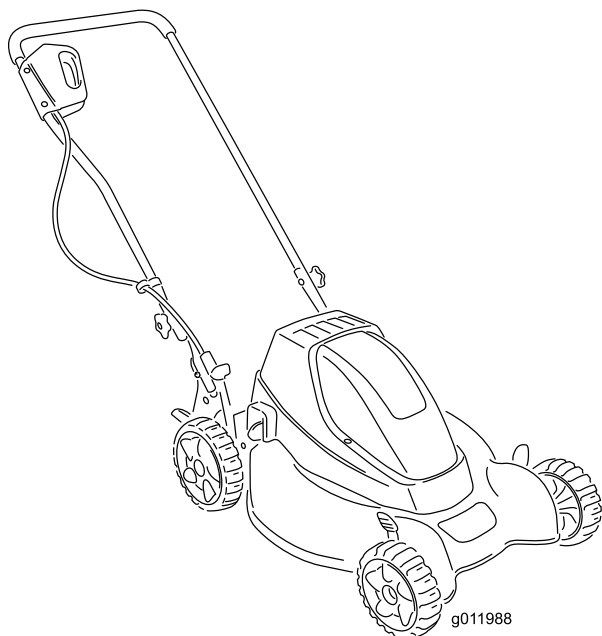

Figure 2
1. Bouton du guidon (2)
2. Placez le guidon en position d'usage (Figure 2).